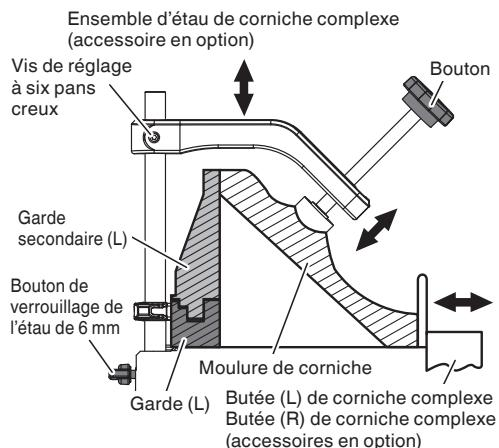

Fig. 33-b
(2) Positionner la corniche complexe de manière que le BORD DE CONTACT DE MUR soit contre la garde secondaire et que le BORD DE CONTACT DE PLAFOND soit contre les butées d corniche complexe, comme le montre la Fig. 33-b.